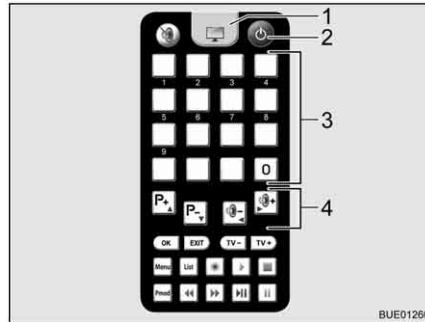

Fig. 24 Mando a distancia del televisor
- Pulsar la tecla "⏻" (Fig. 24,2) del mando a distancia para el televisor. La instalación conmuta al modo de búsqueda. Suena un pitido permanente.
- Para cambiar a la recepción de televisión, pulsar la tecla de televisión (Fig. 24,1) del mando a distancia para el televisor. El pitido cesa. Aparece una imagen en la pantalla.
- Seleccionar la emisora deseada con las teclas de memoria (Fig. 24,3) del mando a distancia para el televisor o con las teclas de función (Fig. 24,4).